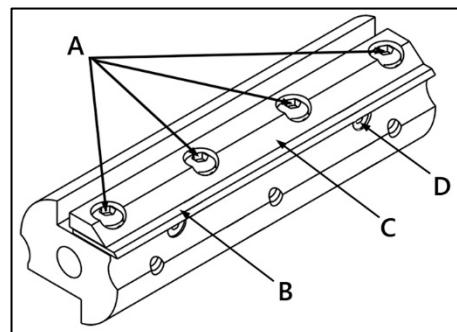

Рисунок 13.
Для замены ножа – открутите четыре винта А (рис. 13) при помощи шестигранного ключа, снимите нож (B) и прижимную планку (C).
Вращайте ножевой вал, ножи (в самом верхнем положении) должны слегка касаться линейки (по всей длине ножа). Если ножи проходят выше или ниже плоскости линейки, ослабьте четыре болта (A) (рис. 13), используя шестигранный ключ.